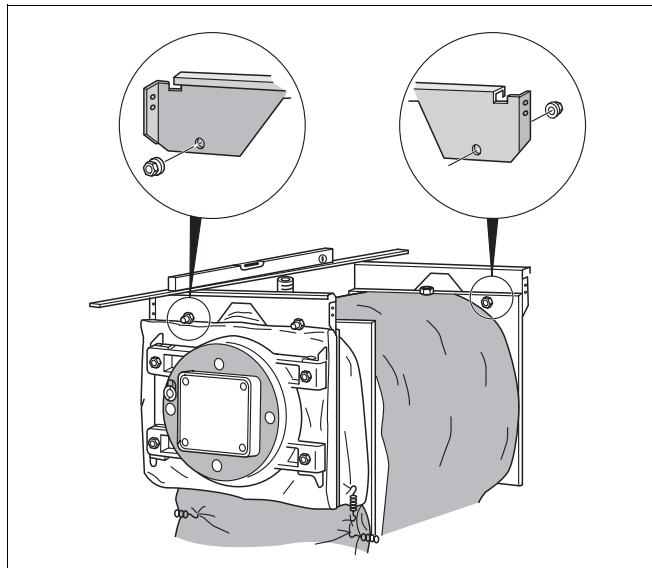

Fig. 7 Montering af forreste og bageste travers
- Isæt den forreste travers (trapezformet udskæring nedad) i gevindtappene med de 2 borer foroven, og skru den fast med møtrikker (fig. 7).
- Isæt den bageste travers (trapezformet udskæring nedad) i gevindtappene med de 2 borer foroven, og skru den fast med møtrikker (fig. 7).
Afkantringerne på traverserne skal vende udad; den forreste og den bageste travers skal være justeret vandret (fig. 7).